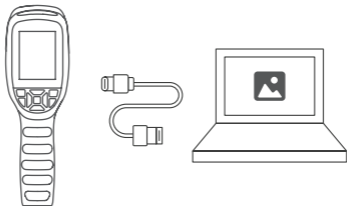

Figura 4.1.1
2. Conecte o TC004 SE a seu computador com o cabo USB fornecido (veja a Figura 4.1.1).